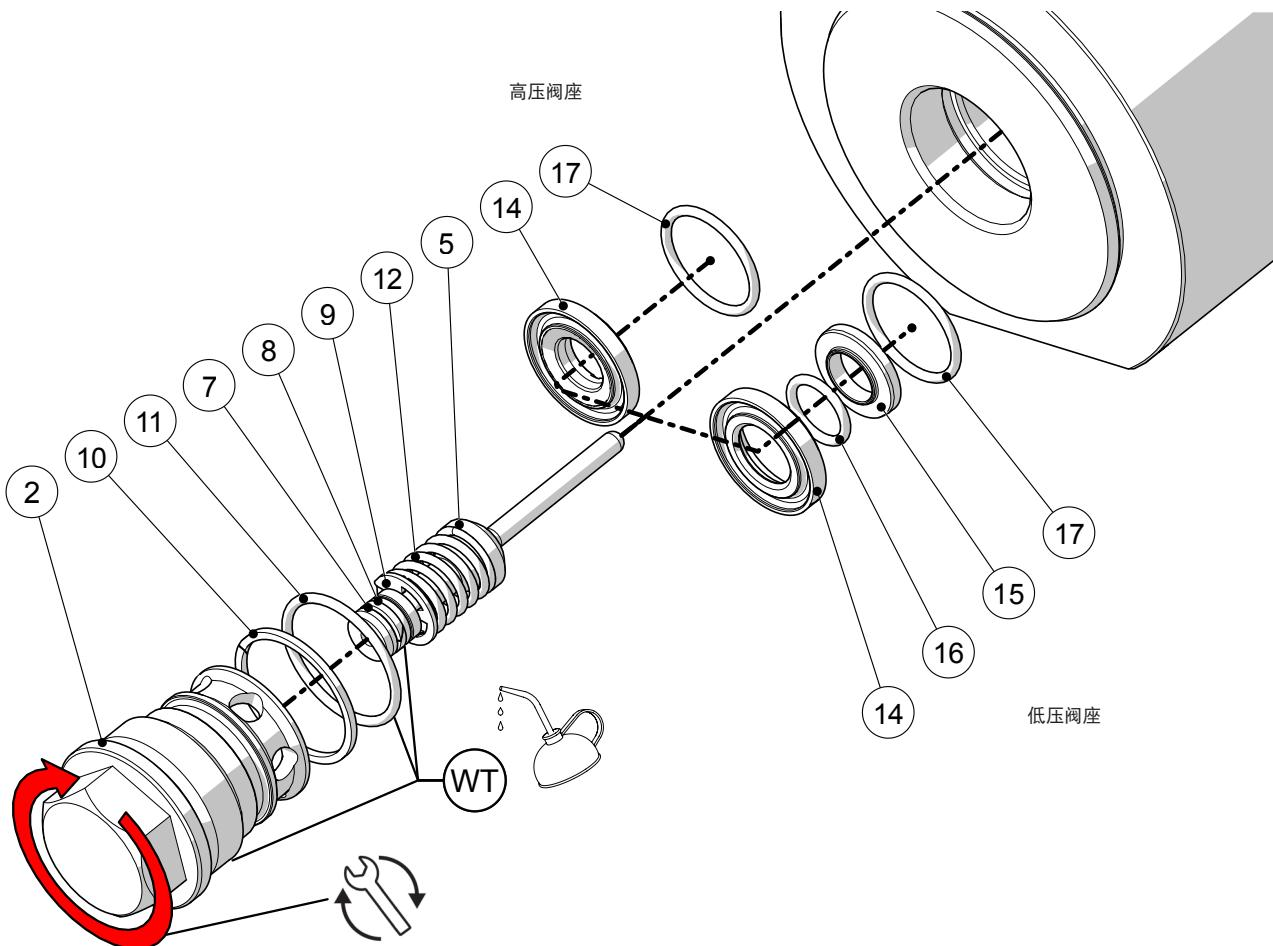

图 15
见图 15。
1. 将阀体塞支撑环 (10) 和阀体塞 O 型圈 (11) 安装到阀体塞 (2) 上。确保它们的订购正确，如图 15 所示。
2. 轻微润滑阀体塞 O 型圈 (11) 和阀体塞螺纹 (2)。
3. 轻微润滑提升阀芯 O 型圈 (8) 和提升阀芯 (5) 的周围区域。
4. 将提升阀芯组件完全插入阀体塞 (2)。
5. 对于这两种阀座，将阀座 O 型圈 (17) 安装到阀座套筒 (14) 背面的凸起上。
6. 对于低压阀座，将 LP 阀座插入件 O 型圈 (16) 和 LP 阀座插入件 (15) 装入阀座套筒 (14)。
7. 将阀座组件装入阀体，确保阀座 O 型圈 (17) 朝向阀体 (4)。
9. 根据下表加扭矩拧紧阀体塞 (2)。